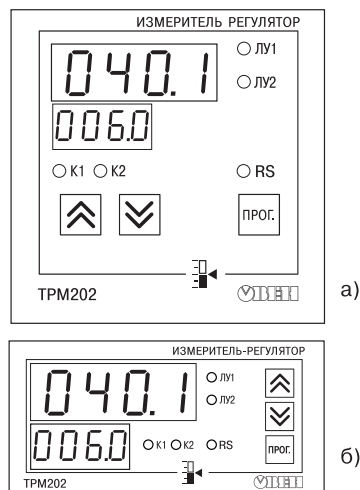

Рис. 11
3.2.2.1. На рис. 11, *а* приведен внешний вид лицевой панели прибора ТРМ202 для корпусов настенного (Н) и щитового (Щ1) крепления, а на рис. 11, *б* – щитового (Щ2).